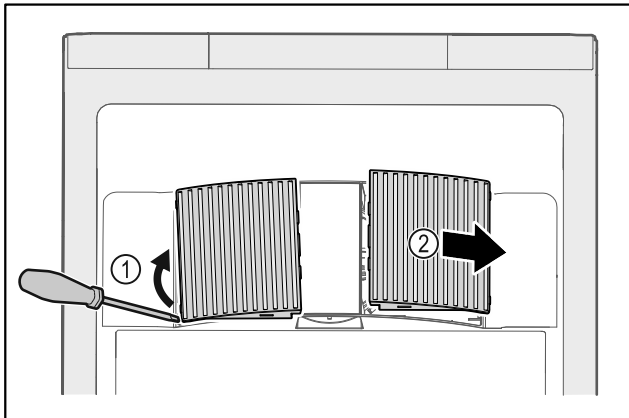

Fig. 140
- ▶ Z boku opatrně vytáhněte ventilátorové kryty Fig. 140 (1) a sejměte je směrem dopředu Fig. 140 (2).